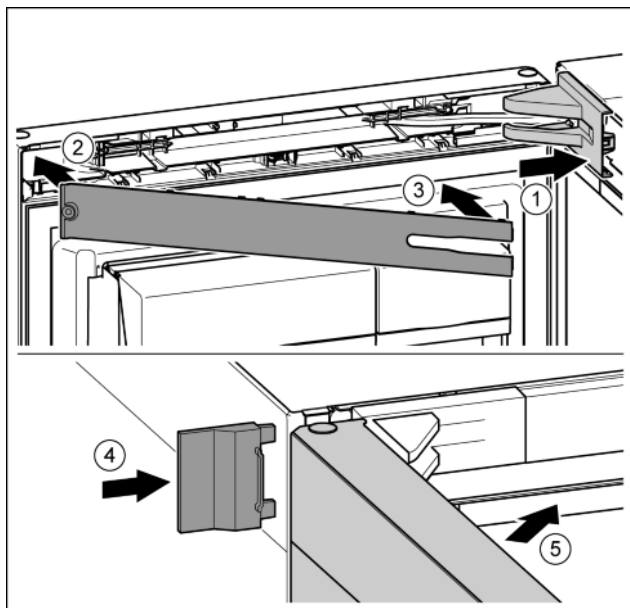

Fig. 23
- Встановіть та зафіксуйте кришку опорного кронштейна, у разі необхідності — обережно розтисніть. Fig. 23 (1)
- Встановіть накладку. Fig. 23 (2)
- Поверніть і зафіксуйте накладку. Fig. 23 (3)
- Насуньте зовнішню кришку. Fig. 23 (4)
- Закрийте верхні дверцята. Fig. 23 (5)